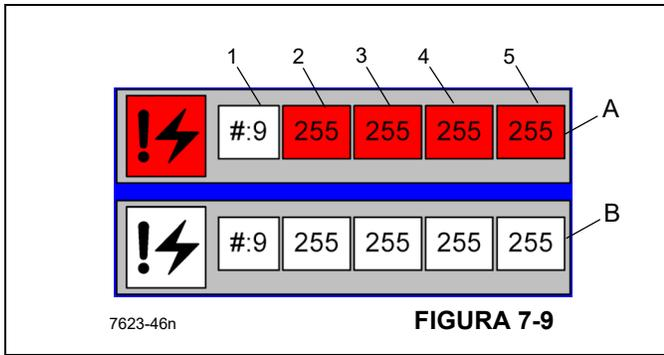

FIGURA 7-9
A Figura 7-9 mostra falhas ativas e registradas. O sistema de controle do guindaste exibe até as 20 falhas ou erros mais recentes registrados do(s) sistema(s) de controle do guindaste e do RCL. As setas circulares podem ser usadas para rolar pelas falhas ativas. Esta série de números corresponde a uma falha específica para um módulo, conector e pino específicos. Para apagar os códigos de falha registrados, podem ser pressionados o botão do ícone do código de falha e o “X” em vermelho.
O seguinte descreve a tela do código de falha (Figura 7-9):
- Caixa de falha ativa (vermelha, A, Figura 7-9) — O sistema de controle do guindaste exibe até 20 falhas ou erros ativos no(s) sistema(s) de controle do guindaste e do RCL. Os números das falhas somente são exibidos quando a falha ocorre e são apagados quando a falha é corrigida. Os números de três dígitos correspondem a uma falha específica de um módulo, conector e pino específicos. Os seguintes dados constituem o código de falha:
- Caixa de falhas registadas (B, Figura 7-9) — As falhas registadas não estão atualmente ativas. Use as setas para cima/para baixo para rolar pelos códigos.